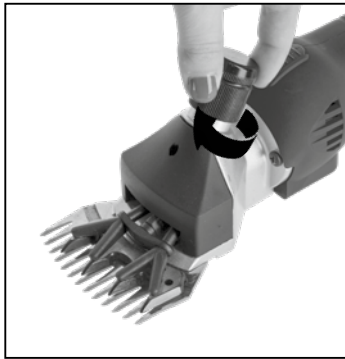

Figure 3
**Före klippningen: (bild 3)** Koppla från maskinen och vrid justerskruven tills ett första motstånd känns. Vrid sedan justerskruven ytterligare ett  $\frac{1}{4}$  varv.